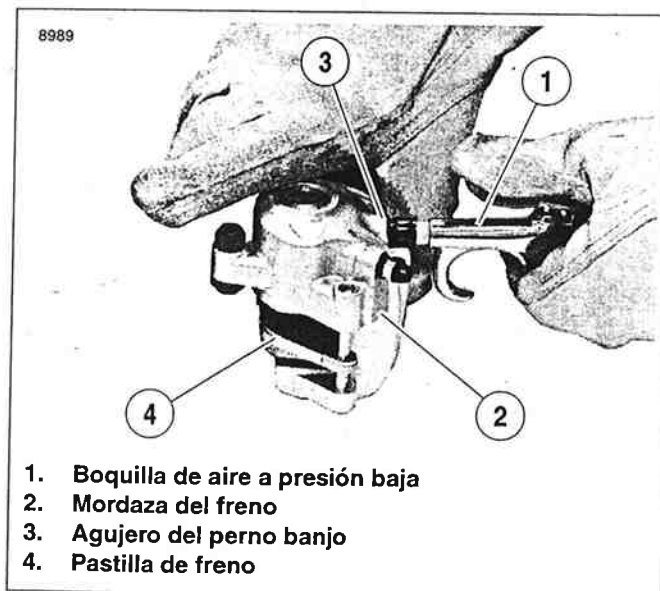

Figura 2-113. Extracción del pistón
4. Vea la Figura 2-113. Suavemente aplique aire comprimido a presión baja al agujero del perno banjo (3) para forzar el pistón del diámetro interior de la mordaza.